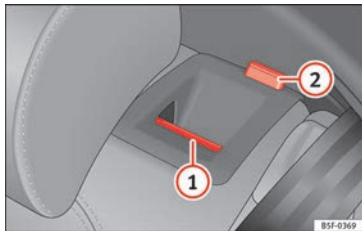

Fig. 151 En el respaldo del asiento trasero: tecla de desbloqueo (1); marca roja (2).
- Tire de la tecla de desbloqueo » fig. 151 (1) hacia delante y, al mismo tiempo, abata el respaldo.
- El respaldo trasero está desbloqueado cuando se ve una marca roja en la tecla (2).
El respaldo trasero está desbloqueado cuando se ve una marca roja en la tecla » fig. 151 (2).